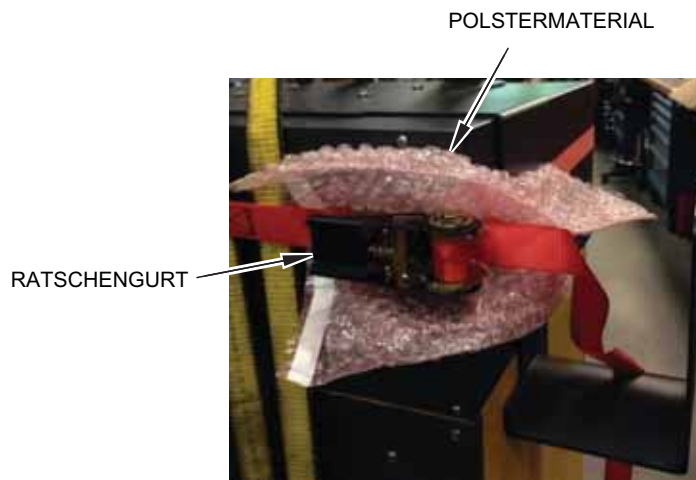

Abbildung 1-4 Schutz der Regleroberflächen
5. Legen Sie ein Tuch oder anderes Polstermaterial zwischen das Ratschenband und den Regler, um die Oberfläche frei von Scheuerstellen und Kratzern zu halten. Siehe Abbildung 1-4.